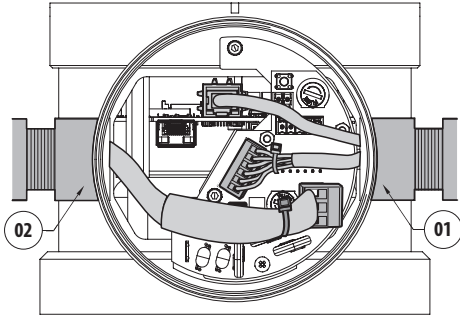

Fig. 17
UL / CSA 표준에 따른 설치의 경우 이더넷, 재설정, 알람, 릴레이 및 광섬유 용 케이블을 다음 그림에 표시된대로 오른쪽 케이블 항목 (01)에 삽입해야 합니다 (Fig. 17, 페이지 32).
UL/CSA 표준에 따른 설치 시 그림에 명시된 대로 전원 공급장치 케이블을 왼쪽 케이블 입력부(02)로 통과시키십시오 (Fig. 17, 페이지 32).